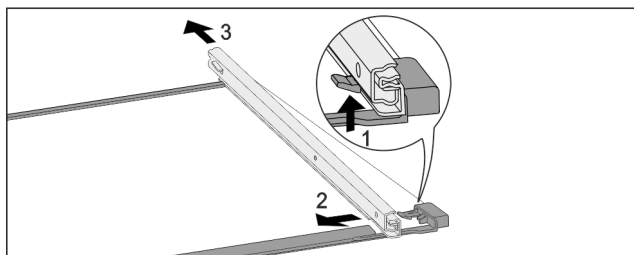

Fig. 151 Tablette en verre avec rails
- ▶ Pousser le crochet d'enclenchement avant vers le bas. Fig. 151 (1)
- ▶ Pousser le rail télescopique vers le côté Fig. 151 (2) et vers l'arrière Fig. 151 (3).